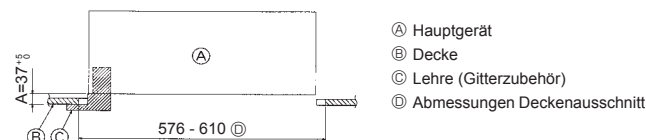

Fig. 2-6
- Wenn sich das Hauptgerät nicht an den Montagelöchern in der Decke ausrichten lässt, kann es mit einem dafür vorgesehenen Schlitz in der Montageplatte angepasst werden. (Fig. 2-6)